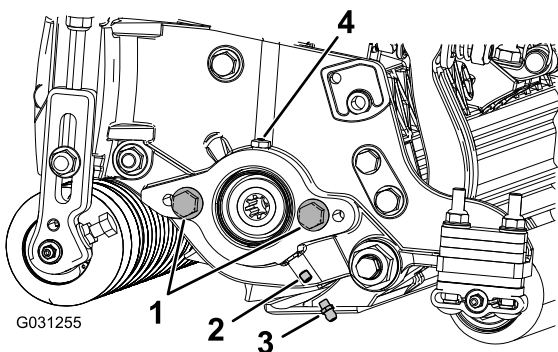

Bild 4
- Entfernen Sie die Stellschraube an der Seitenplatte des Spindelmotors und werfen sie weg (Bild 4).
2. Bringen Sie den geraden Schmiernippel an (Bild 4).
2. Wenn die Seitenplatte des Spindelmotors keine Kopfschrauben hat, befestigen Sie sie (Bild 4).
5. Fetten Sie die Seitenplatte ein, bis überschüssiges Fett aus der Fettöffnung austritt (Bild 4).